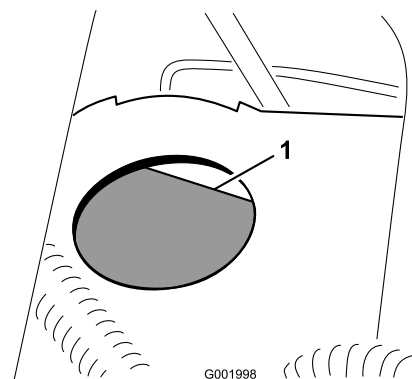

Figure 64
2. Le niveau de liquide doit atteindre le repère maximum sur le réservoir (Figure 64).